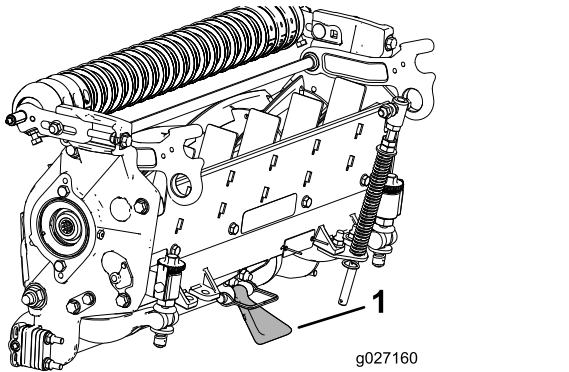

図 10
**重要** ユニットの背面についているベッドバー調整ねじのナットが床に当たっていないことを確認するキックスタンドを使用すること 図 10。